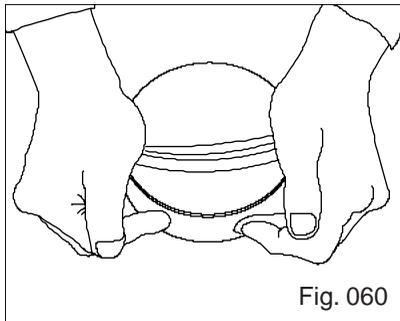

Fig. 060
a) Lubrificar levemente as bordas e alojamento do êmbolo e colocar a graxeta. Para esta montagem, veja a Fig. 060.